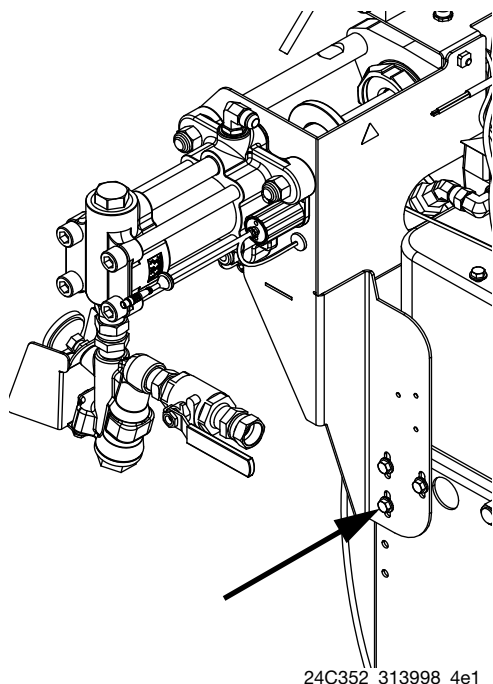

図7
6. ポンプラインを支えながら、ポンプサポートブラケットを装置ベースに固定している、装置の両側にある3本のボルトを外します。図7。ポンプラインを取り外します。
1. ポンプラインを支えながら、装置の両側に3つのボルトを取り付けて、ポンプサポートブラケットを装置ベースに固定します。以下を参照してください: 図7。150 in-lb (16.9 N•m) のトルクで締めます。